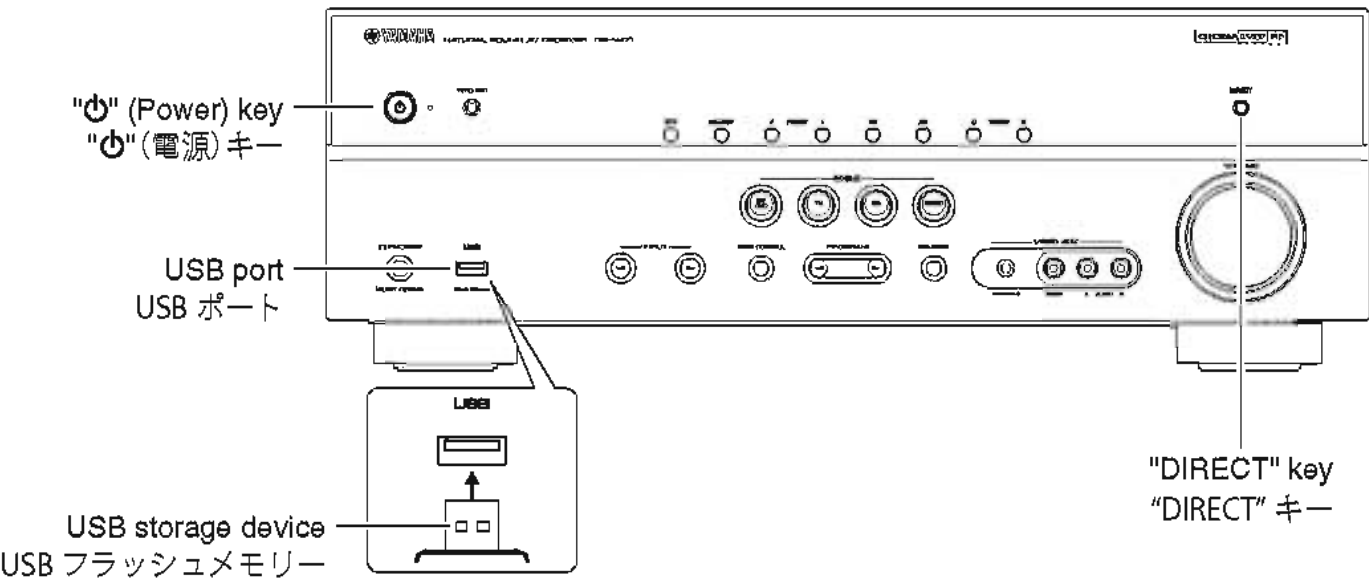

Fig. 1
(Fig. 1)
- 2. While pressing the "DIRECT" key, connect the power cable to the AC outlet. (Fig. 1)
- 1. USB ポートに USB フラッシュメモリ を差し込みます。(Fig. 1)
- 2. "DIRECT" キーを押しながら、電源コードを AC コンセントに接続します。(Fig. 1)
- 5. Press the "Power" key to turn off the power. (Fig. 1)
- 6. Remove the USB storage device from the USB port. (Fig. 1)
- 5. "Power" (電源) キーを押して電源を切ります。(Fig. 1)
- 6. USB ポートから USB フラッシュメモリ を抜きます。(Fig. 1)